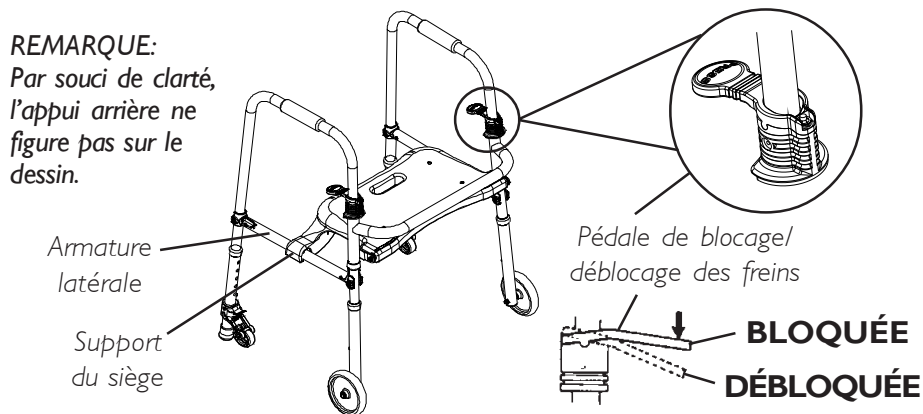

FIGURE 1 - OUVREMENT DE LA MARCHETTE
OUVERTURE/PLIAGE DE LA MARCHETTE (FIGURE 1)
2. Attrapez la poignée et abaissez le siège en le poussant vers le BAS jusqu'à ce que les supports du siège s'engagent complètement dans les tiges transversales comme le montre la FIGURE 1.